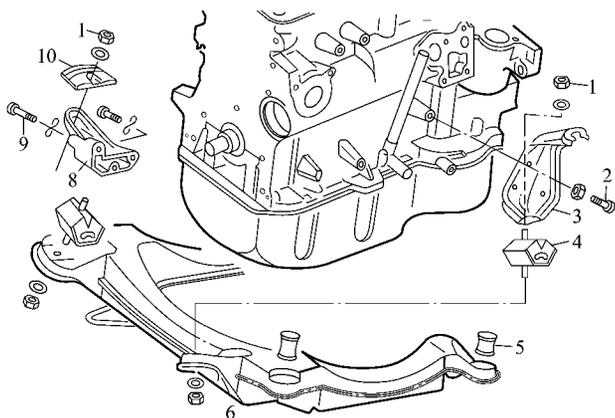

图 2 - 2 发动机的支承
(9) 拔掉交流发电机接线插头 ,使其与导线脱开。
(10) 拆卸下化油器的进油管、出油管及回油管。
(11) 从分电器盖上拆下中心高压线、分火高压线及其他接线插头。
(12) 拆卸下空气滤清器 ,并用薄膜封住化油器上口。
(13) 拆卸下化油器节气门操纵拉索和片簧插片。
(14) 从真空罐上拔下真空管 ;从分电器真空提前装置上拔下真空管 ;从进气支管上拔下制动真空助力用真空管。
(15) 拆卸热敏开关接线 ,拆卸进气支管电预热塞接线 ,拆下电源接线柱上的导线。
(16) 从化油器上拔下冷却液软管。
(17) 拆下冷却液温度表传感器上的电线 ,拔下油压开关的电线。
(18) 松开支架上的紧固螺栓 ,拆下离合器操纵钢丝绳。
(19) 松开发动机左支架橡胶缓冲块上的固定螺栓 ,松开右发动机支架橡胶缓冲块的固定螺栓 ,如图 2 - 2 所示。